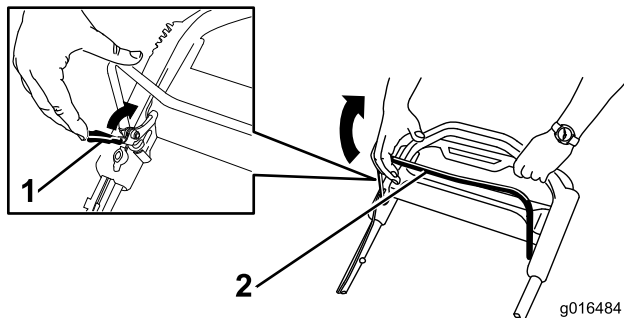

Рисунок 23
1. Потяните фиксатор штанги управления ножом в сторону штанги (Рисунок 23).
2. **Медленно** потяните штангу управления ножом обратно к рукоятке (Рисунок 23).